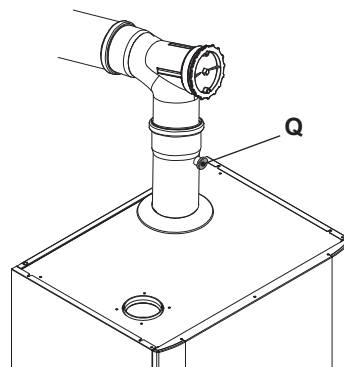

Fig. 7.10
- Conecte un analizador de humos a la toma de análisis de humos (Q) situada en la evacuación de humos de la caldera Fig. 7.10.